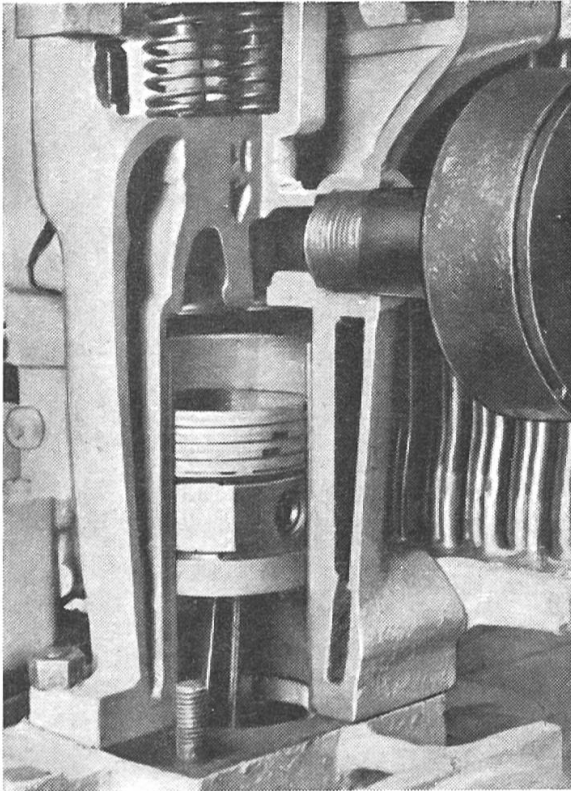

Fig. 78
**Le monobloc** entoure les chambres dans lesquelles les gaz se consomment. Lorsque les moteurs sont à refroidissement par eau, les cylindres juxtaposés sont coulés en une pièce. Il s'agit de véritables œuvres d'art, car les parois doivent être aussi minces que possible en considération du poids (fig. 78).
Fig. 78: Le coulage du monobloc exige de la part des constructeurs beaucoup d'habileté, parce que cette pièce est traversée par des conduits à eau de refroidissement. Le monobloc représenté par cette illustration est équipé d'une «boîte sèche».